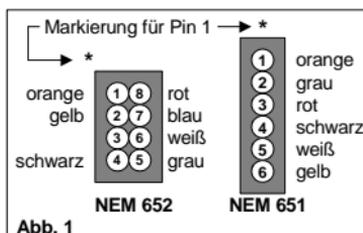

Abb. 1
- 2) Ist in Ihrer Lok eine Schnittstelle vorhanden, ist der Decodereinbau sehr einfach (siehe Abs. 3.3). Besitzt der Decoder keinen Schnittstellenstecker, löten Sie die Anschlußdrähte entsprechend Abb.1 auf bzw. neben die jeweiligen Anschlüsse der Buchse oder stecken Sie die verzinnten Enden in die Schnittstellenbuchse. Die Punkte 3 bis 5 können Sie überspringen, diese gelten für Lokomotiven ohne Schnittstelle.